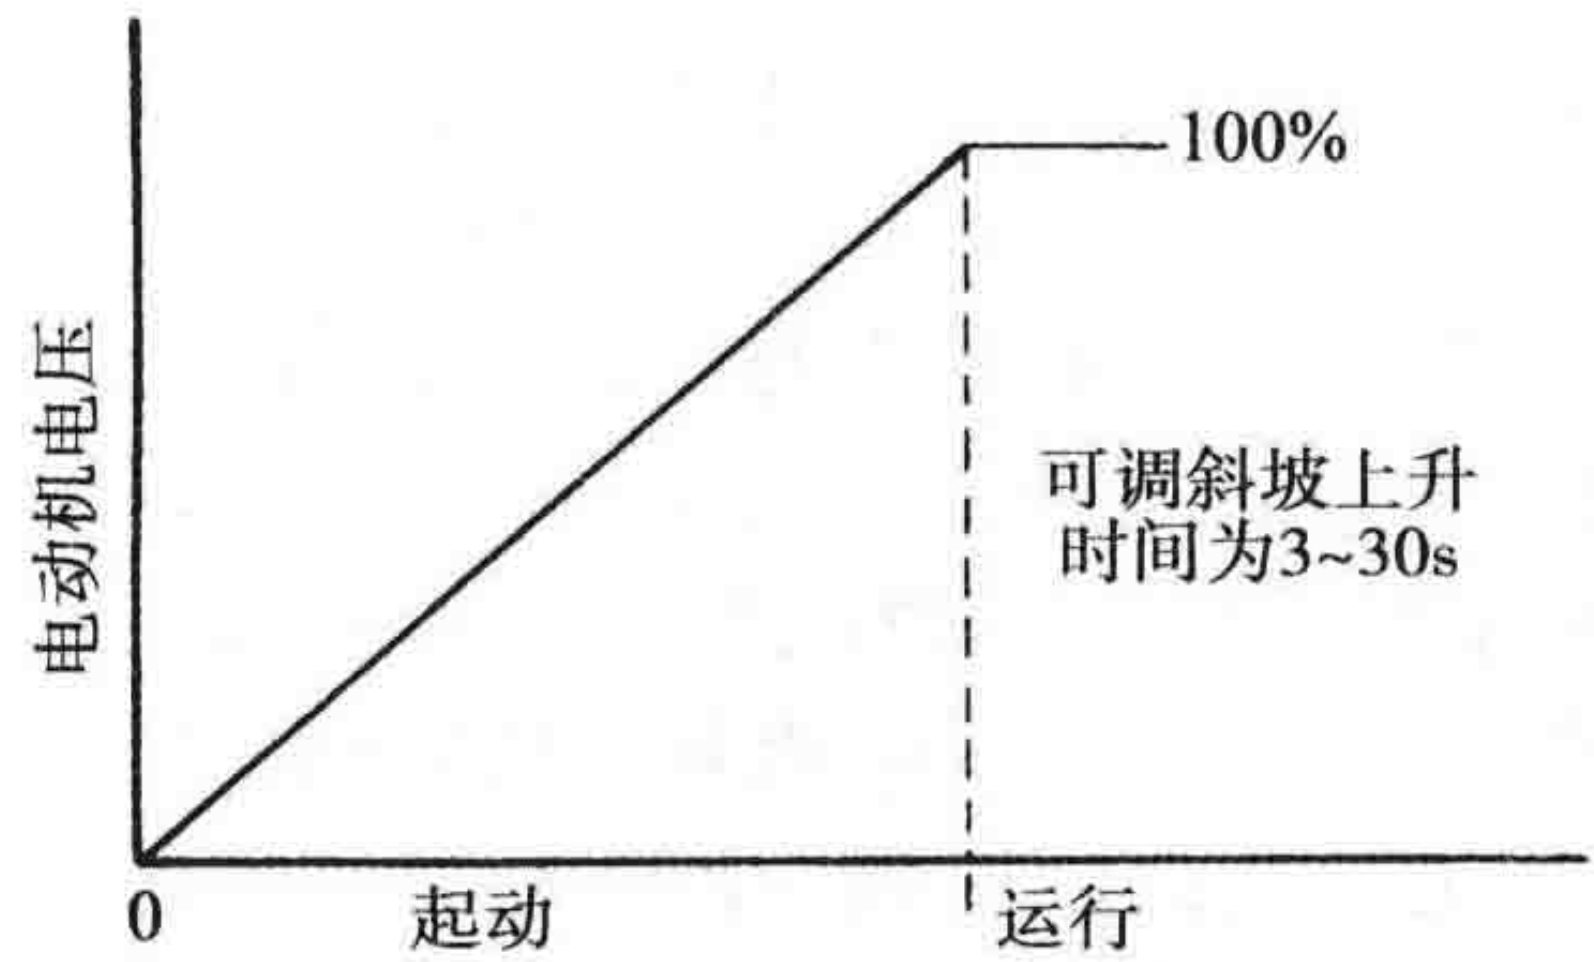

图 13-15 B-4C 模块 (Square D 产品)
**斜坡电压 (B-4C 模块)** 该选项允许所使用的电动机在 3~30s 的可调时间内其电压从 0 线性地增加到 100%。电动机电流限定于电流限值范围内。此方法不需要转速计，几乎可以将电动机从零线性加速到额定转速。实际的加速时间取决于电动机和负载 (见图 13-15)。